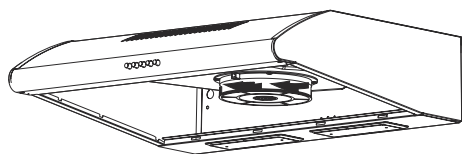

Fig. 9: FILTRO A CARBONI
- 1-Posizionare il filtro a carbone nella sua sede (Fig. 9).
- 2-Ruotando il filtro a carbone in senso orario, assicurarsi che esso sia completamente in sede (Fig. 9).